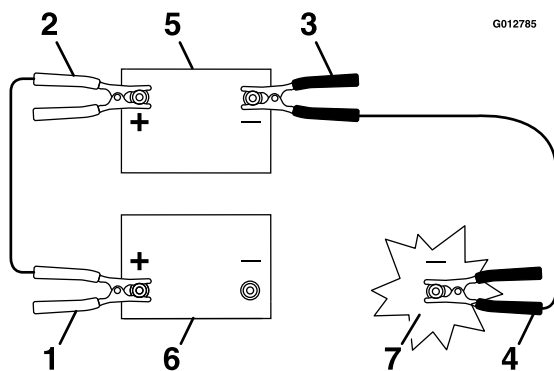

Figure 74
3. Branchez la cosse du câble de démarrage positif (+) à la borne positive (+) de la batterie à plat, comme montré à la Figure 74.